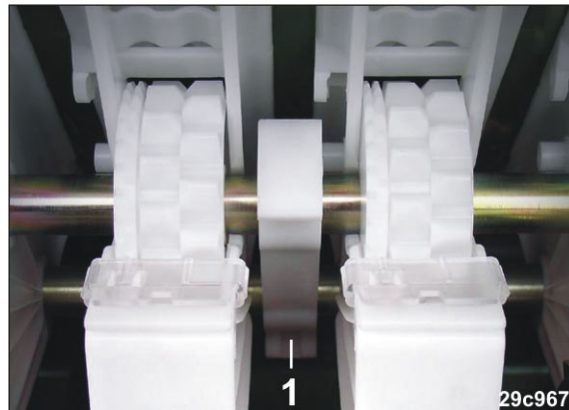

Fig. 133
3. Abrir el cojinete de presión del eje de sembrado (Fig. 133/1).